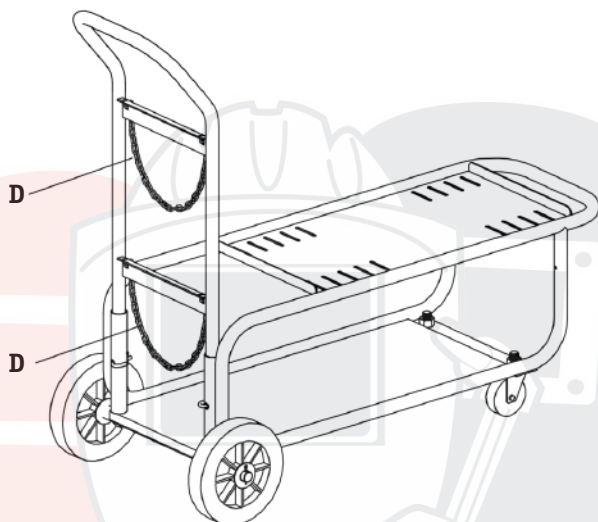

Рис. 5.5. Установка цепи.
4. Установите цепь фиксации баллона (См. рис. 5.5).